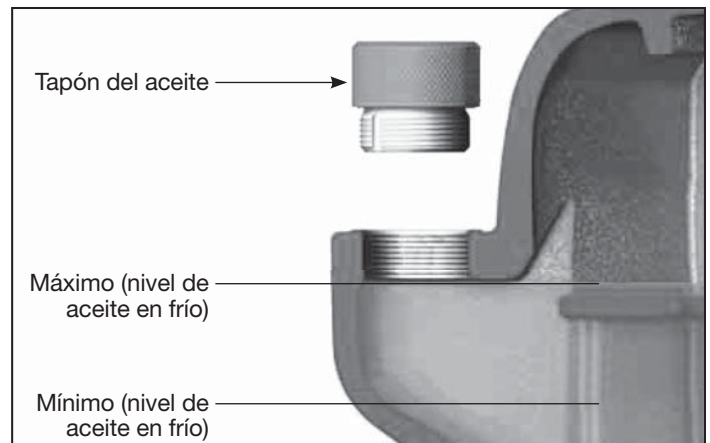

Figura 7 - Nivel de Aceite
**⚠ PRECAUCION** *ESTA UNIDAD UTILIZA ACEITE. Antes de poner en funcionamiento el compresor, revise el nivel del aceite (ver Figura 7).*
### INSPECCIÓN DEL NIVEL DE ACEITE (ver Figura 7)
5. Si es necesario, llene con el mismo tipo y marca de aceite hasta el nivel máximo (ver la Figura 7 y la sección de lubricación).
1. Verifique el nivel del aceite (ver Figura 7).